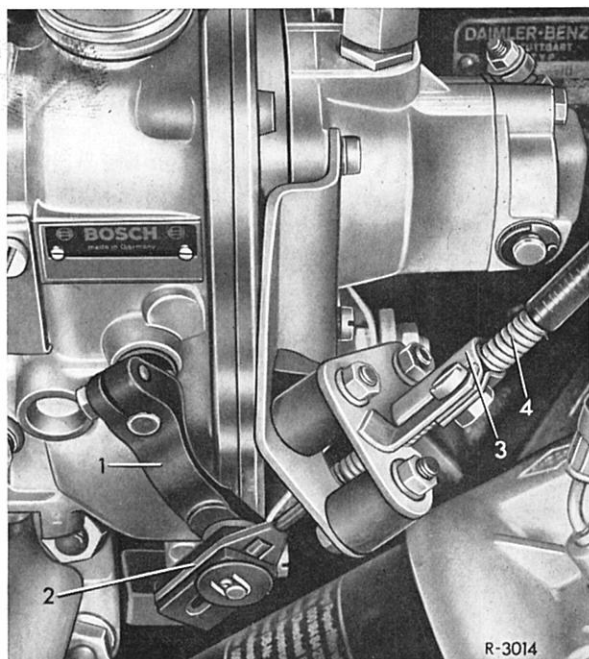

Bild 07-41/1
2 Verbindungsstange für die mechanische Zusatzregulierung (Stüpsen) sowie Anlaß- und Stopzug am Verstellhebel der Einspritzpumpe aushängen. Schraube am Haltewinkel (3) entfernen und Drahtspirale (4) mit Schelle wegnehmen (Bild 07-41/1).